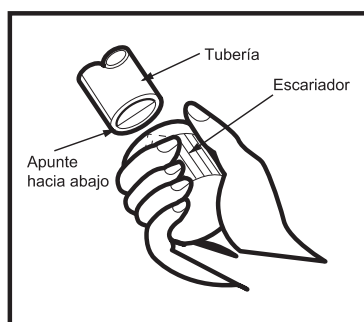

Fig. 6
- 2) Elimine la rebaba de los bordes cortados. Mantenga la salida de la tubería hacia abajo para evitar que entre polvo de metal en la tubería (Fig. 6).